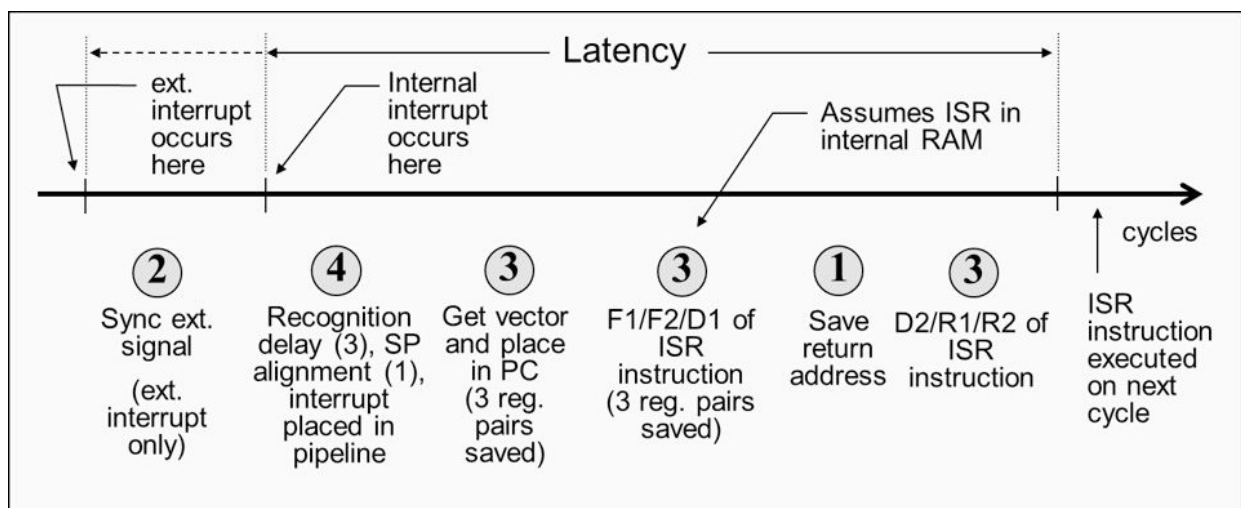

图 5. 中断延迟流程
2. 最大延迟：取决于 C28x 处理堆栈保护和恢复、等待状态、INTM，以及不可中断 RPT 指令的周期，如图 5 中所述。